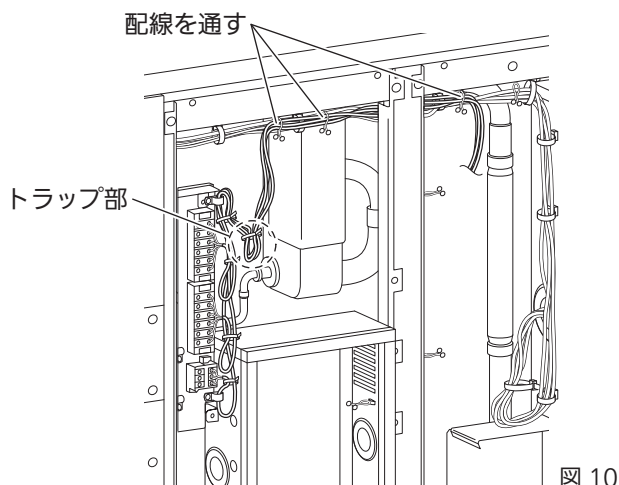

図 10
- ⑤ 端子台ボックスから出ている配線を上部フレームに取り付けた 8 の字固定具を通し、左から 3 ヶ所まで固定してください。(図 10)